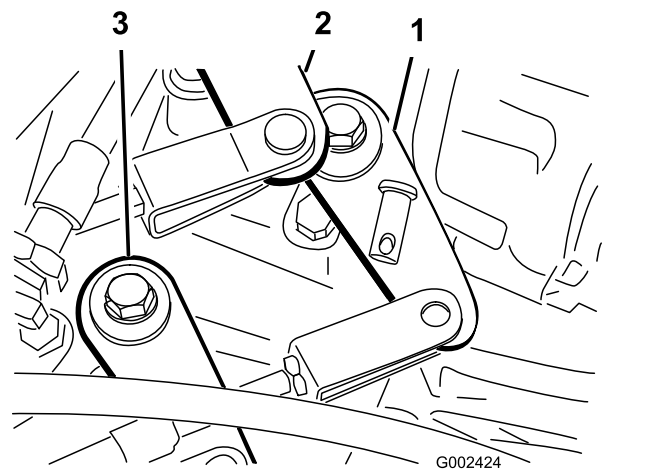

Figura 54
2. Retire los pasadores de horquilla que fijan los cables del cambio de marchas a los brazos de cambio del transeje (Figura 54).
1. Retire el pasador de horquilla que sujeta el cable de Alto-Bajo al transeje (Figura 54).